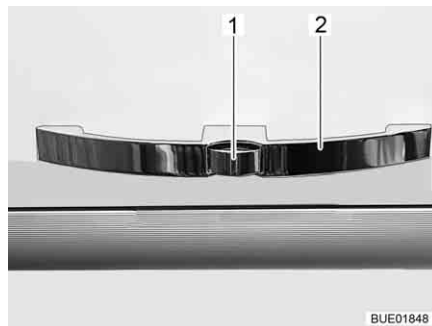

Fig. 47 Trampa de muebles con tirador (ejemplo)
- Presionar el botón de desbloqueo (Fig. 47,1) en el tirador (Fig. 47,2) y mantenerlo presionado.